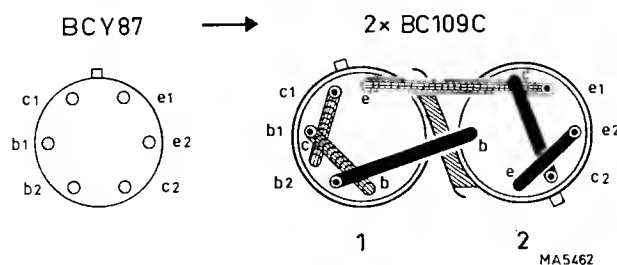

Abb. 14. Untenansicht Transistoren BCY87 und gekoppelten Paars "2 x BC109C".
1. Anstelle eines einzigen Doppeltransistors (BCY87) werden zwei BC109C verwendet, die selektiert und mit einem Bügel und einer Kunststoffkappe termisch gekoppelt sind. Wegen der Stellung der beiden Transistorhalter (die für einen BCY87 verwendet werden) sind die Anschlussdrähte der gekoppelten Transistoren BC109C in eine bestimmte Stellung gebogen, Abb. 14. Weiter sind die Anschlussdrähte mit einem Isolierschlauch versehen. Bei Ersatz dieser Kombination während Service-Arbeiten kann ohne weiteres Typ BCY87, wenn vorrätig, verwendet werden.
2. In den an Aufdruck "2xBC109C" auf der Leiterplatte der Y-verstärker kenntlichen Geräten sind die Spuren geändert worden, wodurch es möglich ist, die Kombination beider Transistoren BC109C in die Halter einzusetzen, ohne dass die Anschlussdrähte auf die aus Abb. 14 ersichtliche Weise gebogen zu werden brauchen.